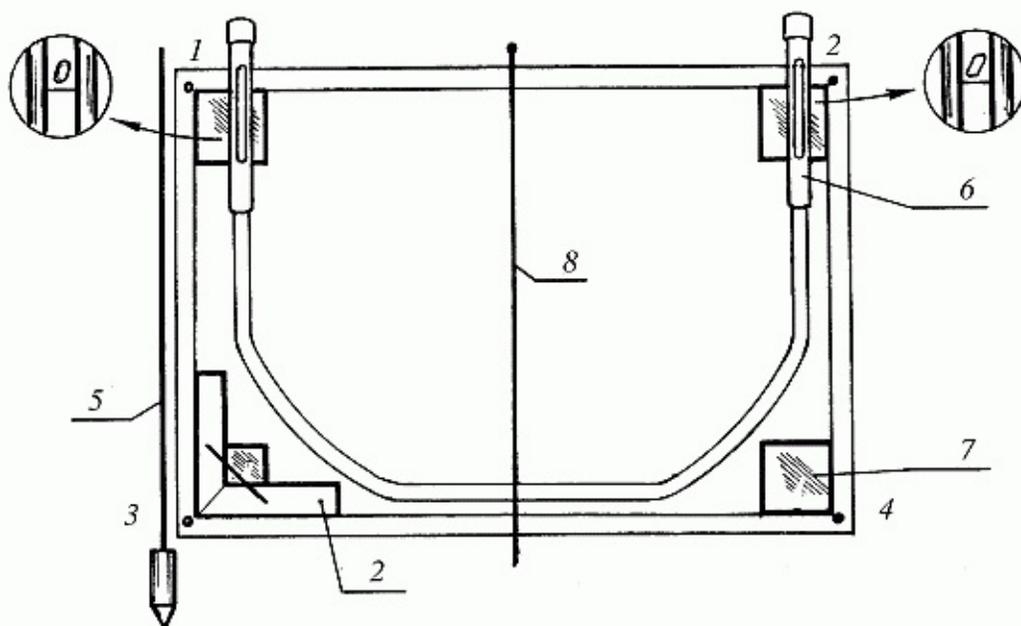

Рис. 48. Провешивание стен и установка маяков: 1–4 – гвозди; 5 – отвес; 6 – гибкий уровень; 7 – маячные плитки; 8 – шнур-причалка; 9 – угольник
Для вертикальной провески (рис. 48) на верхнем уровне облицовки на расстоянии 30–40 см от угла примыкающей стены вбейте гвоздь (1), шляпка которого должна выступать над поверхностью на толщину